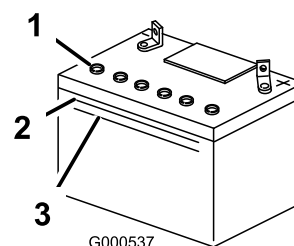

Figura 44
2. Mire hacia el lateral de la batería. El electrolito debe llegar a la línea superior (Figura 44). No permita que el electrolito esté por debajo de la línea inferior (Figura 44).
3. Retire los tapones de ventilación de la batería (Figura 44).
4. Vierta lentamente agua destilada en cada célula de la batería hasta que el nivel de electrolito llegue a la línea superior (Figura 44) de la caja de la batería.
5. Espere de cinco a diez minutos después de llenar las células de la batería. Añada agua destilada, si es necesario, hasta que el nivel de electrolito llegue a la línea superior (Figura 44) de la caja de la batería.